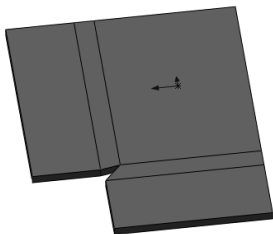

图 10-94 展开钣金零件
1) 单击“钣金”工具栏中的（展开）按钮，或者单击“钣金”控制面板中的（展开）按钮，或选择“插入”→“钣金”→“展开”菜单命令，将钣金零件整个展开，如图 10-94 所示。